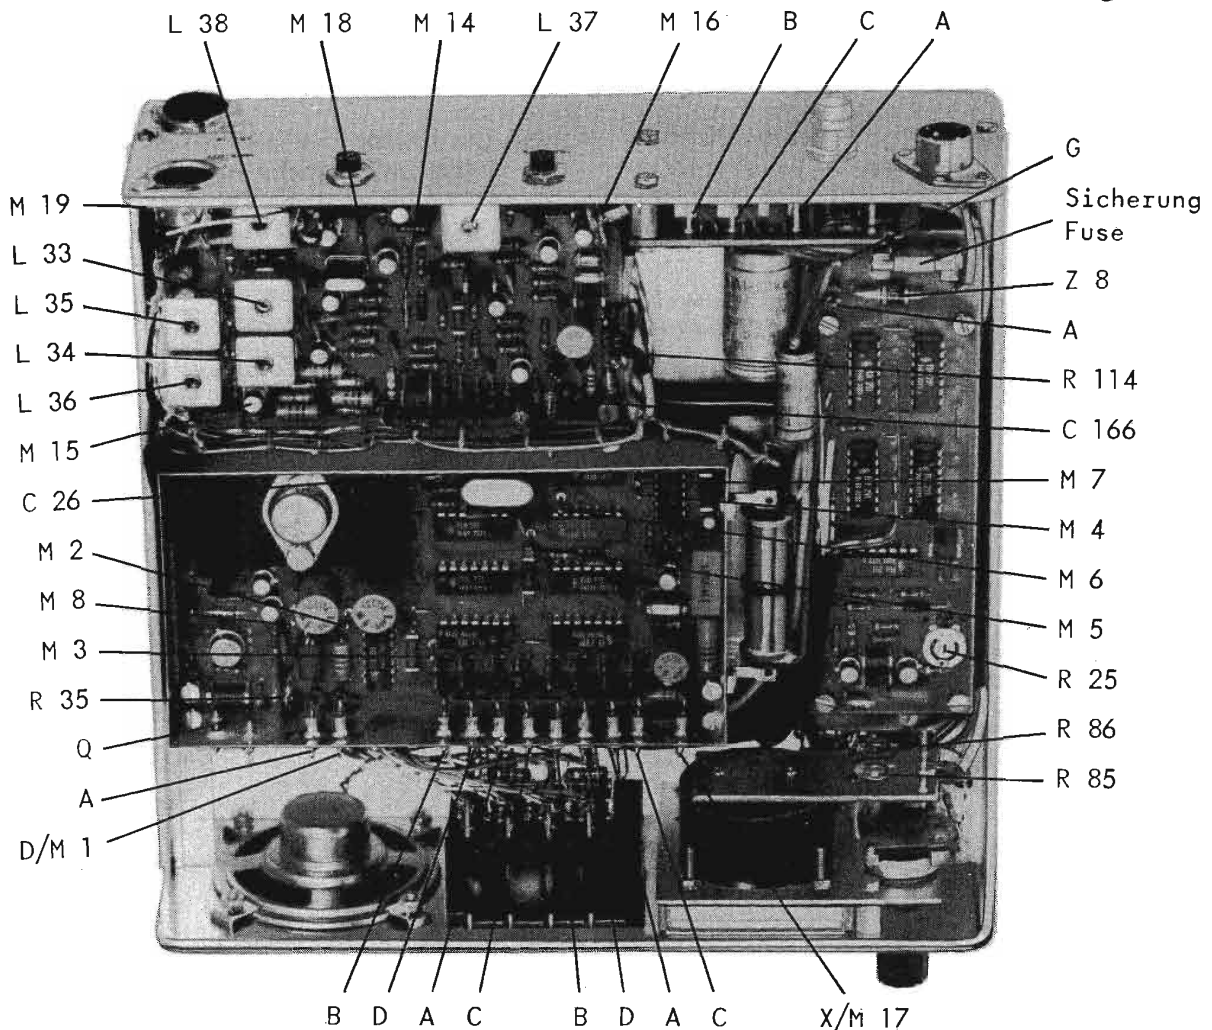

Bild 5 - Figure 5
4. 5,2 bis 5,5 V an M 1 (Durchführungskondensator, Bild 5), bzw. an allen mit D bezeichneten Punkten. Versorgt alle digitalen IC's und Kanalschalter.
5. ca. 6 V an M 8 (Lötstift, Bild 5). Versorgt IC 6.
6. ca. 8,5 V an M 18 (100 Ohm Widerstand, Bild 5). Versorgt 45 MHz-Quarzoscillator, Quarzoscillator-Verdreifacher, Hauptoscillator).
7. ca. 5,6 V an M 14 (5,6 V Zenerdiode, Bild 5). Referenzspannung für T 27.
8. Spannung an M 17 (Abstimmspannung für Kapazitätsdioden des 134 MHz-Hauptoscillators, Bild 5):
1. Nicht synchronisiert, d.h. Fehler im Gerät oder Schleifen von R 35 (Bild 5) auf Rechtsanschlag: 1,45 bis 1,50 V.
4. 5.2 to 5.5 V at test point M 1 (feed-through capacitor, see Fig. 5) and at all points designated with "D". Voltage supply for all digital ICs and the channel switch.
5. Approx. 6 V at M 8 (connection pin, see Fig. 5). Supplies IC 6.
6. Approx. 8.5 V at M 18 (100 Ohm resistor, see Fig. 5). Supplies the 45 MHz crystal oscillator, crystal oscillator-tripler, and main oscillator.
7. Approx. 5.6 V at M 14 (5.6 V zener diode, see Fig. 5). Reference voltage for T 27.
8. Voltage at M 17 (tuning voltage for the varactor diodes of the 134 MHz main oscillator, see Fig. 5):
1. Non-synchronized: e.g. fault in the transceiver, or wiper of R 35 (see Fig. 5) fully clockwise: 1.45 to 1.50 V.
Sollte die Einstellung des Hubes nach 3.9 nicht möglich sein, oder soll ein vorhandenes, aber unempfindliches Mikrofon verwendet werden, kann die Mikrofon-Verstärkung erhöht werden. Zu diesem Zweck wird ein 10-22 μF /3V Elektrolytkondensator (C 166, Bild 5) in den NF-Vorverstärker eingelötet. Die erforderlichen Leiterplatten-Bohrungen sind vorhanden. Mikrofon-Verstärkung und Hub sind nach 3.9 neu einzustellen.
If it is not possible to adjust the frequency deviation as given in section 3.9, or if an insensitive microphone is to be used, it will be necessary to increase the gain of the audio amplifier: This is made by soldering a 10-22 μF /3V electrolytic capacitor into the AF-preamplifier (C 166, see Fig. 5). The required holes are already provided on the PC-board. Realign the microphone gain and deviation as given in 3.9.
Unabhängig von der Einstellung des Sprachhubes (3.9) kann nach Einstellung des Hubreglers der Tonrufhub mittels R 114 (an Lötstiften, Bild 5) verändert werden. Soll der Tonrufhub größer werden, ist R 114 zu vergrößern, bzw. umgekehrt.
The frequency deviation of the calling tone can be adjusted independently of the voice deviation by changing of R 114 (at the connection pins shown in Fig. 5). The resistance value should be increased to increase the deviation, and vice-versa.
Die Frequenz des Tonrufes kann mittels R 25 (Bild 5) zwischen etwa 1,4 und 2,0 kHz verändert werden. Dazu wird der Frequenzzähler an M 16 (Lötstift, Bild 5) angeschlossen.
Sollten nach der Einstellung auch stärkste Signale nicht den Endausschlag erreichen, wird dies mit dem Trimm-Potentiometer R 86 (Bild 5) korrigiert.
The frequency of the calling tone can be varied in the range of approximately 1.4 to 2.0 kHz with the aid of trimmer resistor R 25 (see Fig. 5). This should be made by connecting the frequency counter to testpoint M 16 (connection pin, see Fig. 5).
If the strongest signals still do not give full scale deflection, the reading can be corrected using the trimmer resistor R 86 (see Fig. 5).
Am Kanalschalter sind die Zahlen in die Anschluß-Leiterbahnen eingätzt, der Vorwähler wird an den Durchführungskondensatoren des Modulzählers gemessen (Bild 5).
The numbers are marked on the connection lanes of the channel switches, the preselector is to be measured at the feedthrough capacitors of the spacing module (see Fig. 5).